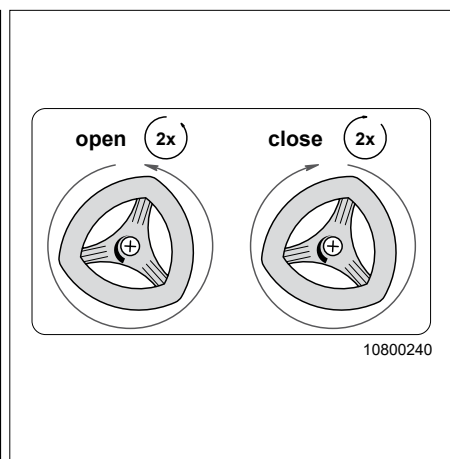

Fig. 59 Fylla på / tömma färskvattentanken
3. Vrid avtappningskranen (Fig. 59) medurs för att stänga färskvattentanken.
Dra åt avtappningskranen (Fig. 59) för hand. Använd aldrig våld!
3. Vrid avtappningskranen (Fig. 59) två varv moturs för att öppna vattentanken.